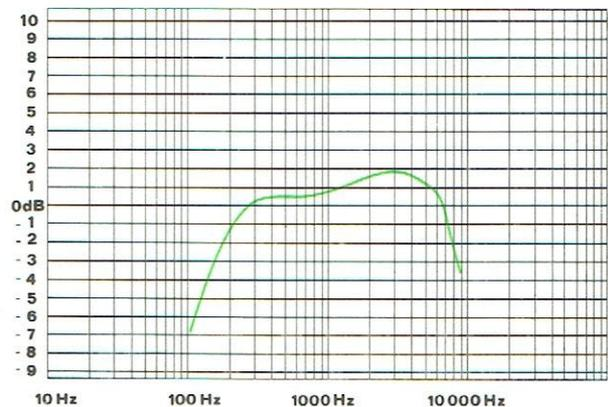

Fig. 20
- Relever les tensions aux autres fréquences de mesures. La courbe de réponse vous est donnée à la figure 20.